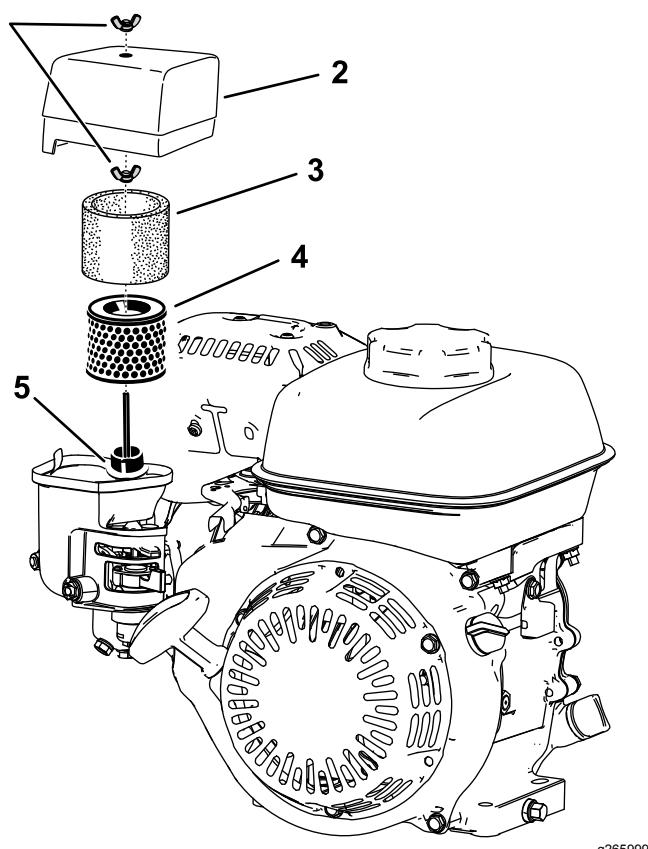

Figura 29
2. Retire a porca de orelhas que prende a cobertura do filtro de ar (Figura 29).